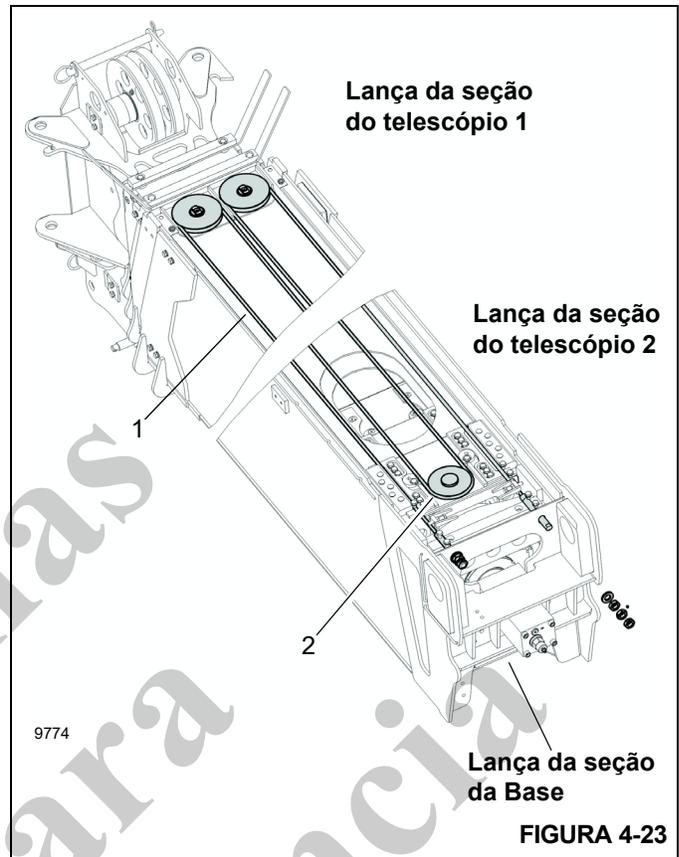

FIGURA 4-23
29. Estire o cabo de sincronização com diâmetro de 3/8 (1, Figura 4-23) para fora, junte as extremidades rosçadas novamente para formar um laço e encontre o centro do comprimento do cabo. Deslize esse laço intermediário da parte frontal para a traseira através da fenda de fixação do cabo na parte superior da base da lança da seção do Telescópio 2. Deslize a polia retentora (2) para sua fenda, da parte traseira para a dianteira, para que a porção elevada da polia deslize na fenda da placa de fixação do cabo. Puxe esse laço do cabo para frente para travar o cabo de sincronização (1) na lança da seção do Telescópio 2. Coloque o conjunto da caixa de polias (42, Figura 4-12) na parte superior frontal da lança da seção do Telescópio 2 com sua barra superior voltada para cima e para a frente. Passe as duas extremidades rosçadas do cabo em direção à traseira da lança para formar dois laços, esquerdo e direito, na frente da lança. Deslize os laços esquerdo e direito para os lados esquerdo e direito do conjunto da caixa de polias.
30. Instale rolamentos (44) nas polias (45), aplique graxa de chassi com pincel, instale os pinos com extremidades achatadas (43) nas polias com as graxeiras voltadas para a traseira da lança e deslize os pinos (com as polias) para dentro das fendas na frente do conjunto da caixa de polias. Puxe as extremidades rosçadas dos cabos em direção à base da lança e passe sobre a base da lança.
Telescópio 1 enquanto guia os cabos de extensão 2/3/4 ao conjunto de fixação. Instale espaçadores (19), porcas (21), porcas sextavadas (20) e parafusos de trava (49) nas extremidades roscadas dos cabos de extensão 2/3/4. Trave o conjunto de fixação do cabo (18) no lugar com parafusos (17) pelas placas laterais superiores traseiras da lança da seção do Telescópio 1. Aperte as porcas (21), as porcas sextavadas (20) e os parafusos de trava (49) de acordo com "Retenção do cabo" na página 4-34. Assegure que os cabos de sincronização (1, Figura 4-23) estejam rosqueados na parte superior da fixação dos cabos de extensão 2/3/4 (18, Figura 4-12).